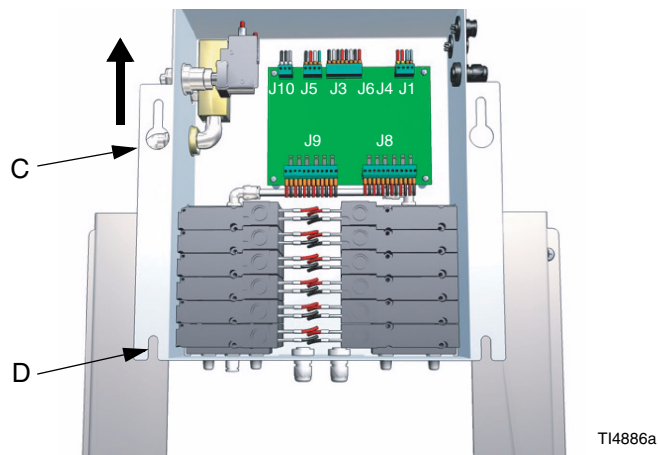

FIG. 2
5. Dra ner plåten (C) tills de undre spåren (D) passar mot de övre skruvhålen och skruva fast boxen med de 2 skruvarna. FIG. 2.